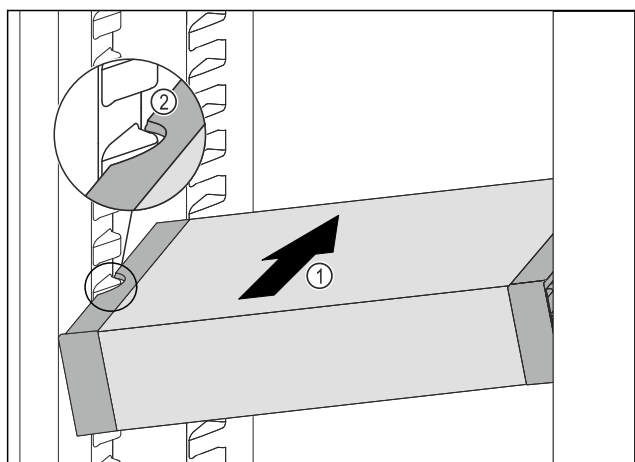

Fig. 119
- ▶ VarioSafe wsunąć ukośnie do chłodziarki Fig. 119 (1), aż boczne wycięcia Fig. 119 (2) VarioSafe będą się znajdować na wysokości żeber pojemnika w chłodziarce.